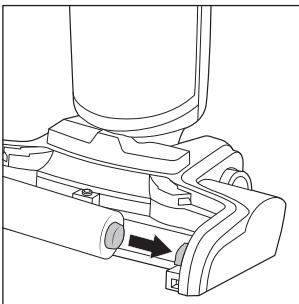

Fig. 39
- ◆ Montați rola perie **6** și protecția de stropire **7** înapoi pe aparat, așezând mai întâi rola perie **6** în suportul din partea dreaptă a bazei **3** (a se vedea fig. 39).